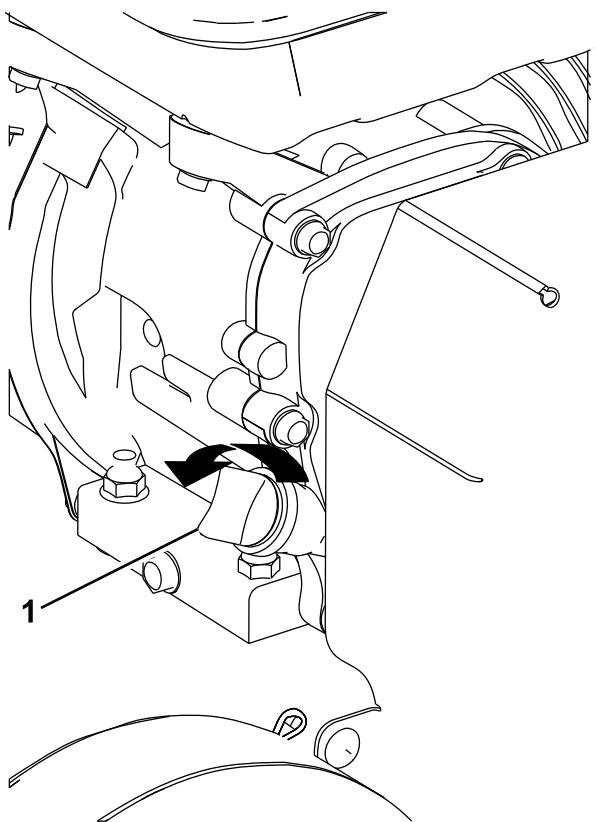

Figura 12
3. Limpie alrededor de la varilla (Figura 12) para impedir que caiga suciedad por el orificio de llenado y cause daños en el motor.
4. Desenrosque la varilla de aceite y límpie el extremo (Figura 12).
5. Introduzca la varilla a fondo en el tubo de llenado. **No la enrosque.** (Figura 12).